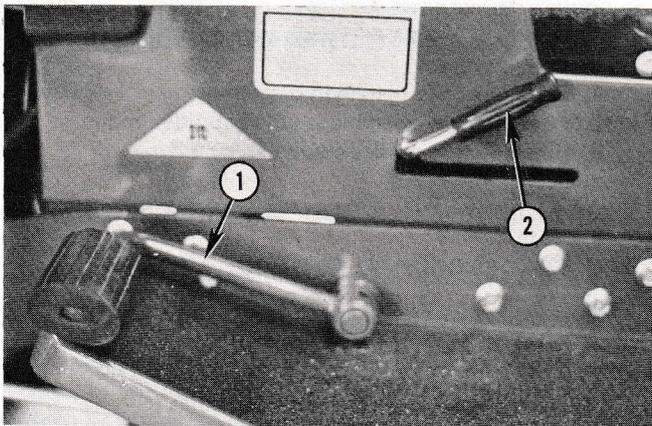

Fig. 29 – Réglage du frein
1. Démontez le couvercle de PDF arrière (N° 5, Fig. 29) et détendez les courroies.
1. Appuyer sur la pédale de frein et d'embrayage (N° 1, Fig. 29) et engager le levier de frein de stationnement (N° 2).